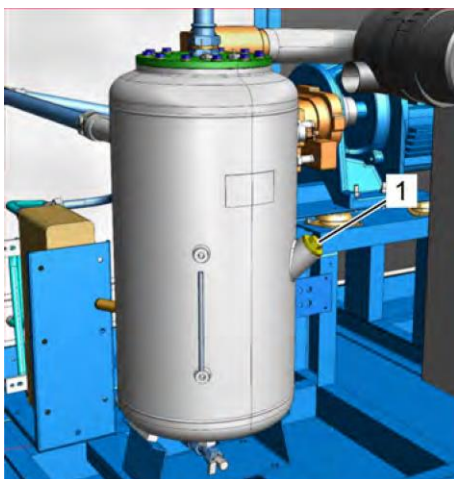

Рис. 43: Резьбовая пробка наливного отверстия
6. ➤ Отверните резьбовую пробку наливного отверстия (Рис. 43/1), извлеките ее и проследите за тем, чтобы не потерялось уплотнительное кольцо.
- 15.** Вставьте резьбовую пробку наливного отверстия (Рис. 43/1) и затяните ее ☞ Приложение «Моменты затяжки винтов» на странице 110.